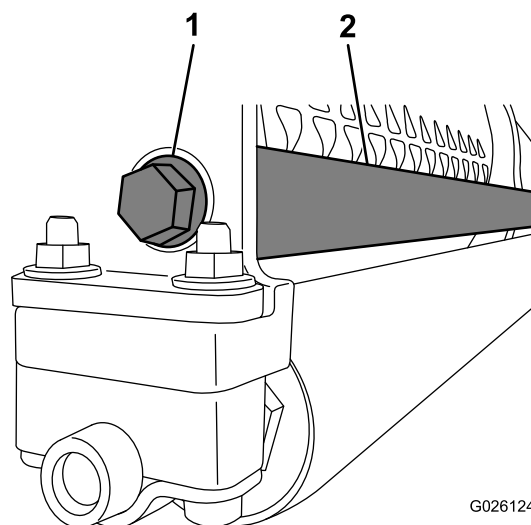

Рисунок 6
4. Прикрепите резьбовой конец утяжеляющего бруса к раме с помощью болта с фланцевой головкой (Рисунок 6).